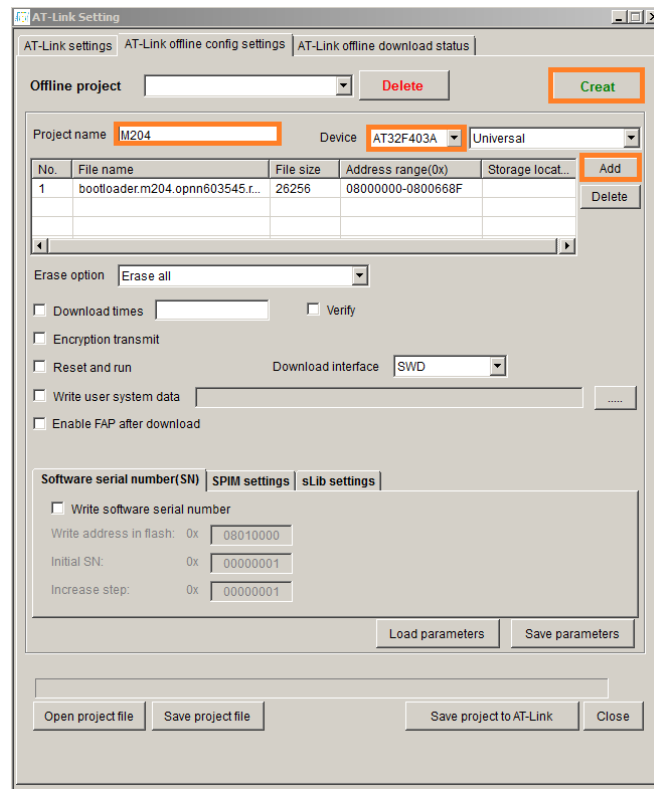

Рисунок 5.6 – Создание проекта
5.4.8 Нажать кнопку **Creat** в блоке **Offline project** для создания проекта (рисунок 5.6).